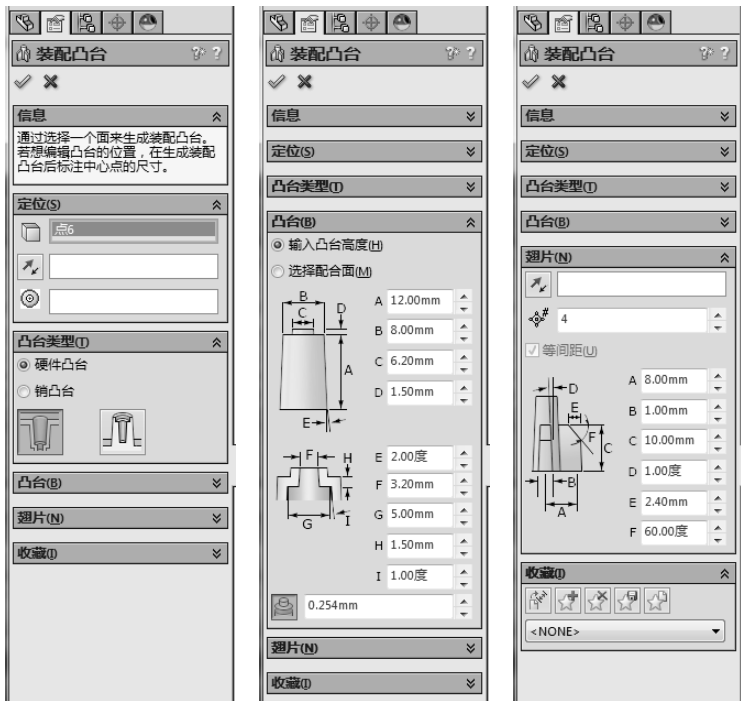

图 5-95 装配凸台操控板
- [1] 单击扣合特征工具栏上的【装配凸台】按钮, 或单击【插入】/【扣合特征】/【装配凸台】。出现装配凸台操控板, 如图 5-95 所示。